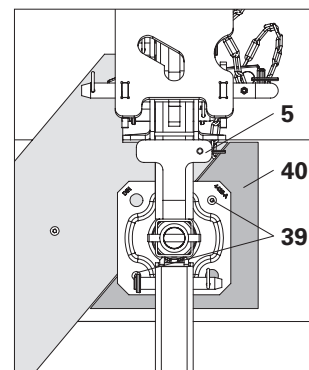
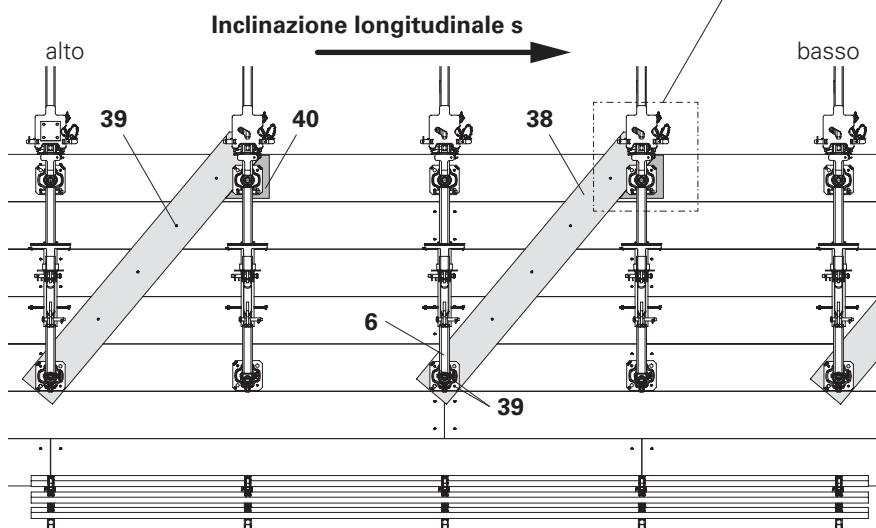

Fig. A8.01a
Fig. A8.01
5. Fissare ogni albero di base con 2x viti per legno 6x80 SK-TX30 HPI (**39**). (Fig. A8.01 + Fig. A8.01a)